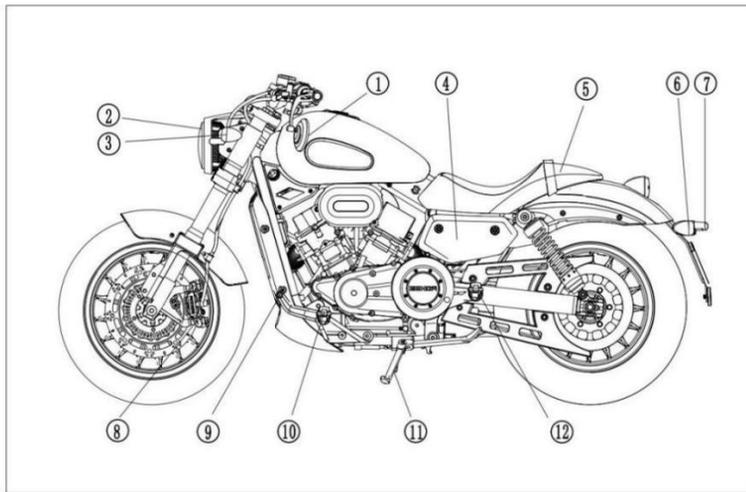

Рисунок 1
1.2. Расположение номера (Рис. 1)
1. (Рис. 1)
- ① Зеркало заднего вида, левое
- ② Фара
- ③ Указатель поворота передний левый
- ④ Аккумуляторная батарея
- ⑤ Сиденье
- ⑥ Задний номерной знак
- ⑦ Указатель поворота, задний левый
- ⑧ Суппорт тормоза переднего колеса
- ⑨ Рычаг переключения передач
- ⑩ Подножка водителя левая